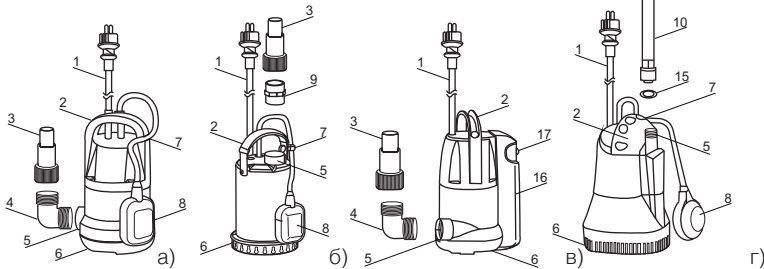
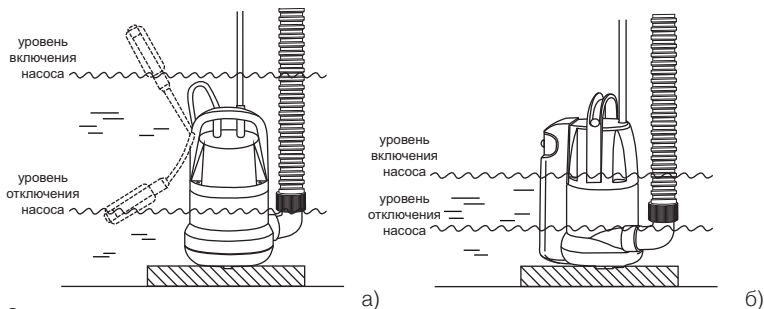

Рис. 2
Рис. 3
6.1. Насос представляет собой моноблочный агрегат (рис. 2), корпус которого разделен на гидравлическую насосную часть и электродвигатель.
6.4. В верхней части кожуха расположена рукоятка для переноски и подвешивания насоса. В рукоятке насосов, корпус которых изготовлен из полипропилена (рис. 2-а и 2-г), имеется прорезь, выполняющая роль фиксатора кабеля поплавкового выключателя. У насосов, изготовленных из нержавеющей стали (рис. 2-б), фиксатор кабеля поплавкового выключателя выполнен в виде хомута, вставленного в рукоятку.
6.5. Поплавковый выключатель автоматически включает и отключает насос в зависимости от уровня отводимой воды. Моменты срабатывания поплавкового выключателя при меняющемся уровне отводимой воды зависят от длины свободного участка его кабеля. Длина свободного участка кабеля подбирается на месте эксплуатации насоса, таким образом, чтобы исключить работу насоса "всухую", без воды. Зафиксировав кабель поплавкового выключателя в фиксаторе на рукоятке насоса, можно, регулируя длину его свободного участка, менять тем самым уровни воды, при которых включается и отключается насос (рис. 3-а). Увеличение длины свободного конца кабеля приводит к увеличению интервала между включением и отключением насоса. Уменьшение длины свободного конца кабеля приводит к уменьшению этого интервала. Интервал между включением и отключением насоса со встроенным поплавковым выключателем (рис. 2-в) составляет порядка 10 см и регулировке не подлежит (рис. 3-б).
6.11. Насос со встроенным поплавковым выключателем имеет блокиратор (рис. 2-в), позволяющий заблокировать поплавок, при этом насос переводится из «автоматического» режима работы в «ручной» (см. п. 8.14).
6.12. Насос NSD250B (рис. 2-г) комплектуется набором элементов, присоединяемых к его напорному патрубку, позволяющим удобно использовать его в накопительной бочке, например с дождевой водой. Фиксатор края бочки, входящий в набор, оснащен краном, регулирующим напор и производительность насоса, а также штуцером быстросъемного соединения для легкого и оперативного подсоединения поливочного шланга, поливочного пистолета или садового дождевателя. При эксплуатации такого насоса следует иметь в виду, что его работа с полностью закрытым краном более 1 часа не допускается.
8.13.1. Установить на напорный патрубок насоса все элементы набора, входящие в комплект, в соответствии с рис. 2-г. В зависимости от высоты стенок бочки, общую длину трубы можно регулировать, используя одну или две напорных трубки.
веревку. Установить его на дне бочки (в соответствии с п. 8.2) или подвесить на необходимой глубине, зацепив кронштейн для подвешивания или фиксатор со штуцером за край бочки (см. рис. 2-г). Убедиться, что при подвешивании насоса его сетевой кабель не натянут и насос не висит на нем. Глубину подвешивания можно менять, изменяя месторасположение кронштейна вдоль трубки.